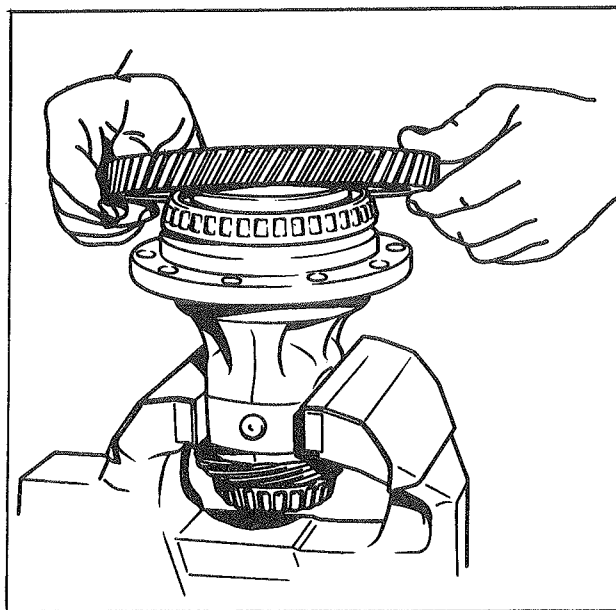

Fig. 1
- Reposer la couronne neuve sur le boîtier de différentiel (fig. 1)